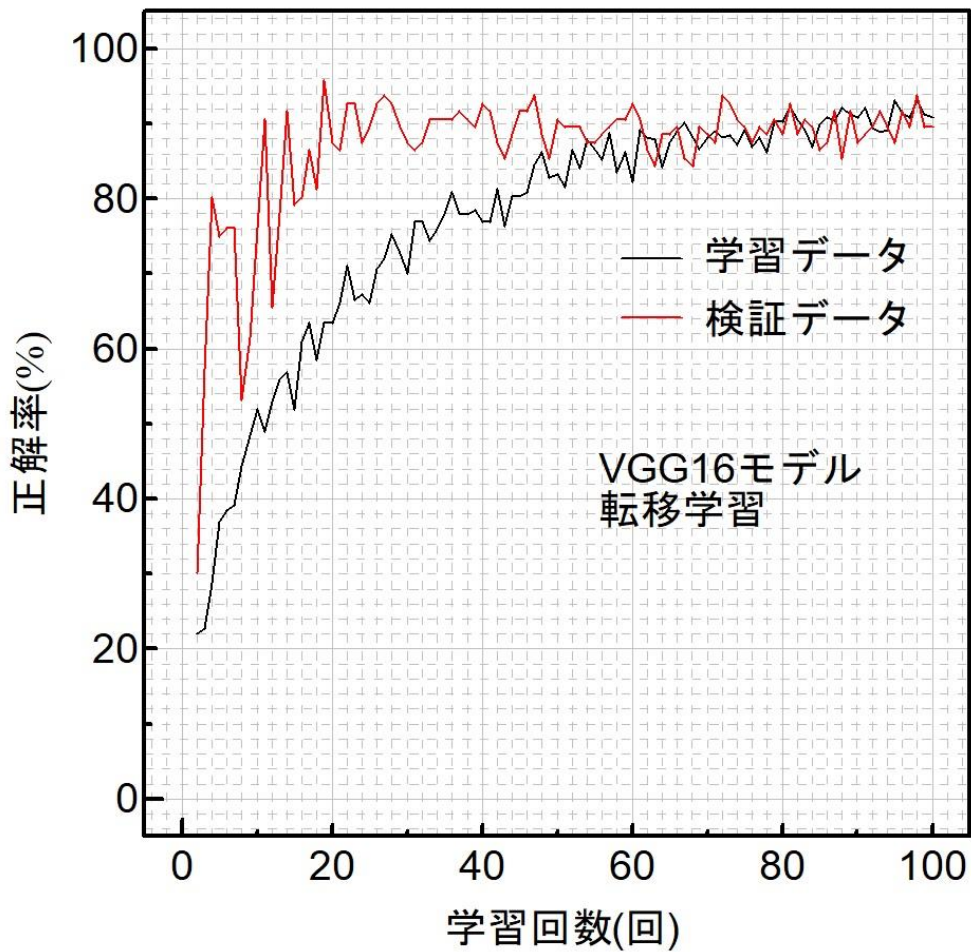
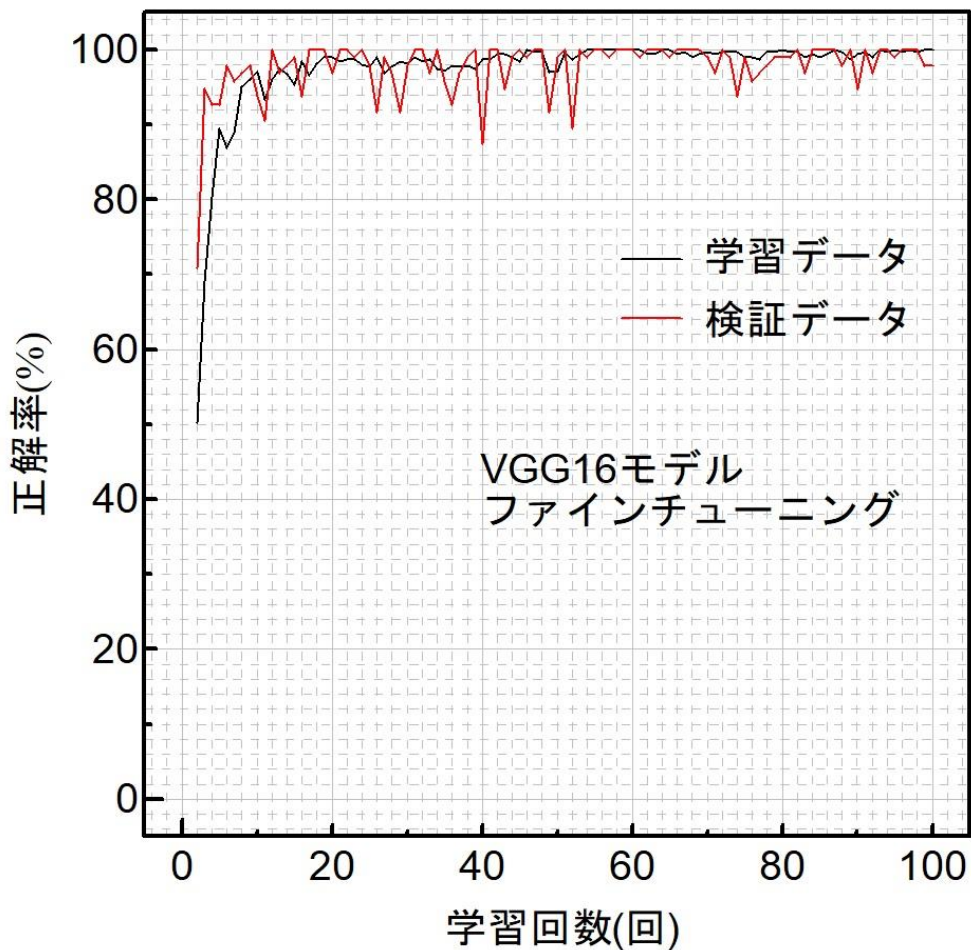

図2 画像認識の正解率 (転移学習)
図3 画像認識の正解率 (ファインチューニング)
学習・検証それぞれのデータを使って①～⑦の組織画像を認識させたときの学習回数と正解率の関係を図2と図3に示します。図2は転移学習の結果で、図3はファインチューニングの結果です。100回学習後の検証データによる正解率は、転移学習では90%、ファインチューニングでは99%となりました。ファインチューニングを用いることで、正解率が大幅にアップすることが分かります。今後は、結晶粒界が明瞭に出にくい焼入れ焼戻し後の鋼材の金属組織について、同様な実験を行いたいと考えています。